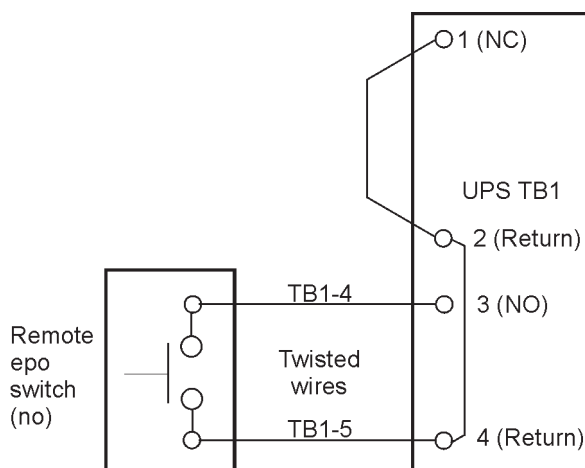

Рис. 4-14. Проводка нормально-разомкнутого удаленного выключателя EPO
8. Проложите и подключите проводку как показано на Table 4-2 и Рис. 4-14.